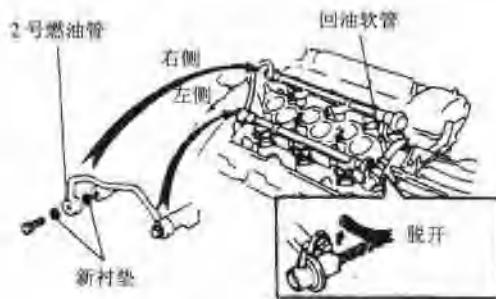
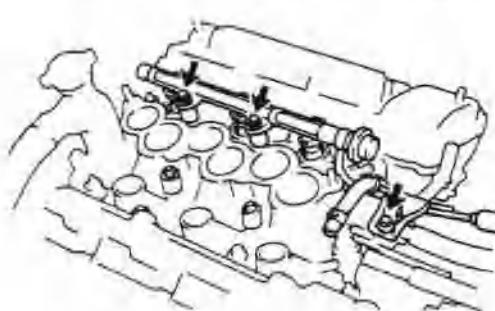

图 1.33 输油管和喷油嘴位置 1
图 1.34 输油管和喷油嘴位置 2
④ 拆卸输油管和喷油嘴。输油管和喷油嘴位置如图 1.33 和图 1.34 所示。